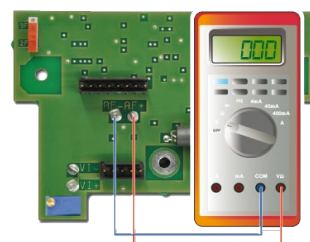

Figure 18
- Lire la valeur en mV sur le voltmètre (Figure 18) ; la pleine échelle est de 1600 mV. Calculer la valeur à lire en fonction du gaz étalon.